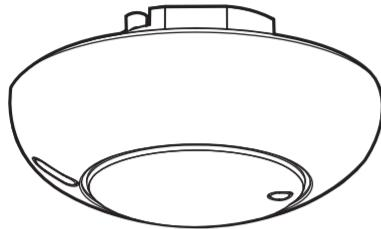

FIG.19
5.3.4 Gå snett förbi eller emot detekteringsområdet utifrån tills lysdioden och lasten tillkopplas i 2s (se FIG.19).